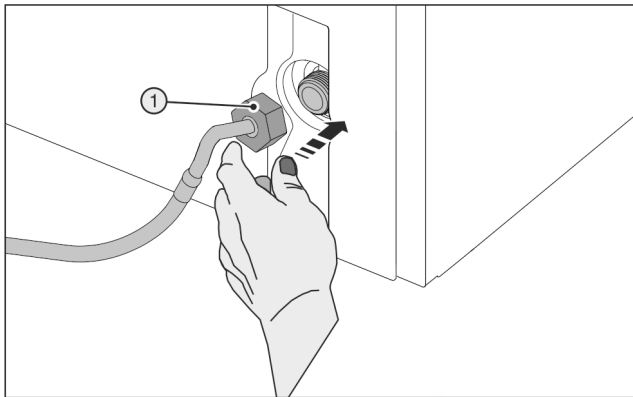

Fig. 24
- ▶ Mutter Fig. 24 (1) vorsichtig ansetzen und gerade auf Gewinde schrauben.
- ▶ Mutter Fig. 24 (1) vorsichtig ansetzen und mit zwei Fingern gerade auf Gewinde schrauben, bis ein sicherer, fester Sitz erreicht ist.
- ▶ Hilfswerkzeug (5) ausschließlich bei Raumtemperatur verwenden.
- ▶ Mutter Fig. 24 (1) mit Hilfswerkzeug (5) im Uhrzeigersinn festziehen bis maximales Drehmoment erreicht ist und Hilfswerkzeug (5) überdreht.